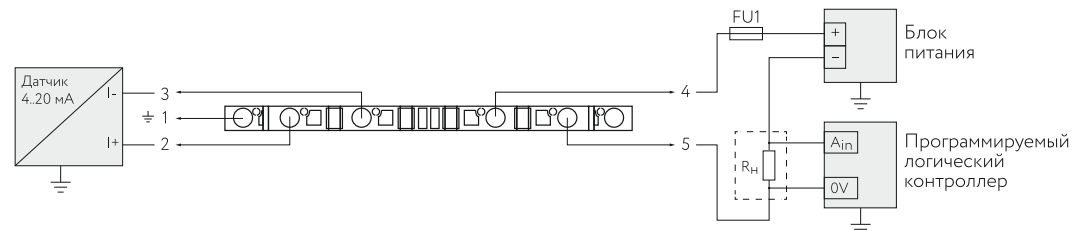

Рисунок 4. Схема применения УЗИП
1.5.6 Типовые схемы применения УЗИП рис. 4 и 5.